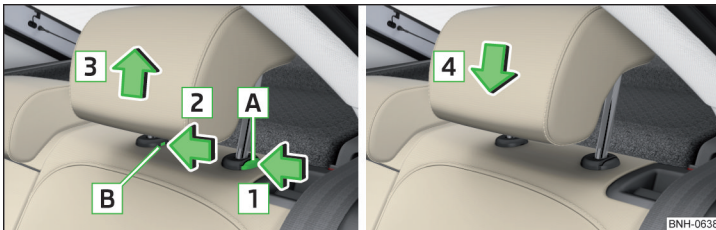

Abb. 73 Kopfstütze hinten herausnehmen/einsetzen
- › Zum **Herausnehmen** die Sicherungstaste **A** in Pfeilrichtung **1** halten, gleichzeitig mit einem Schlitzschraubendreher (mit einer Breite von max. 5 mm) die Sicherungstaste in der Öffnung **B** in Pfeilrichtung **2** drücken und die Stütze in Pfeilrichtung **3** herausnehmen » Abb. 73.